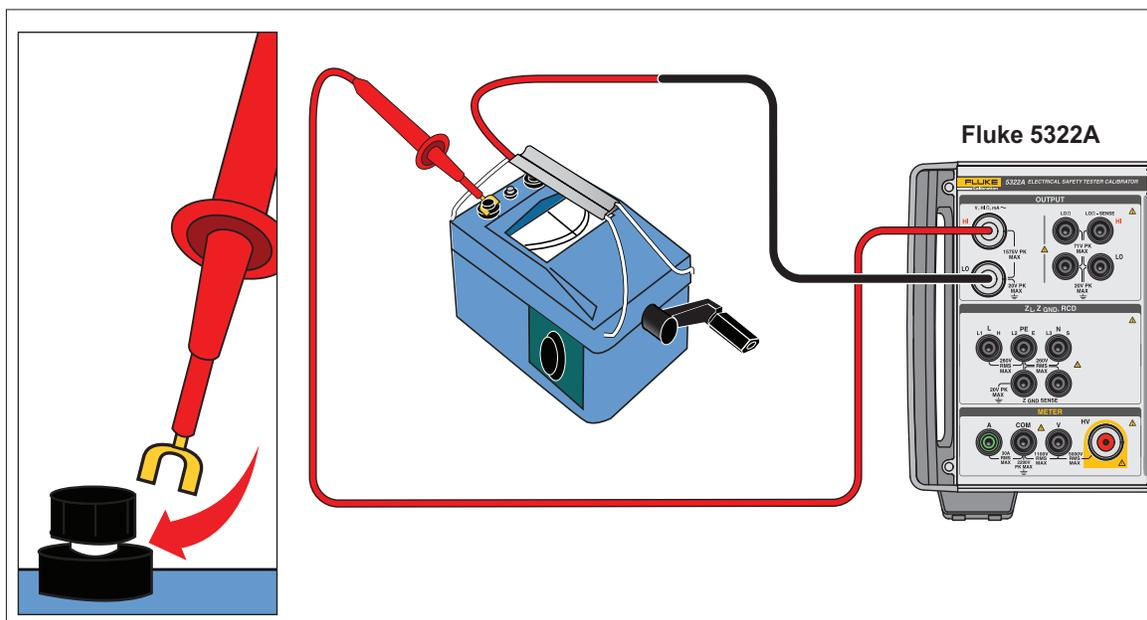

Figure 36. Raccordements du testeur d'isolement à manivelle
2. Connectez l'appareil testé aux bornes de sortie HI Ohm et LO Ohm du produit. Voir la Figure 36.